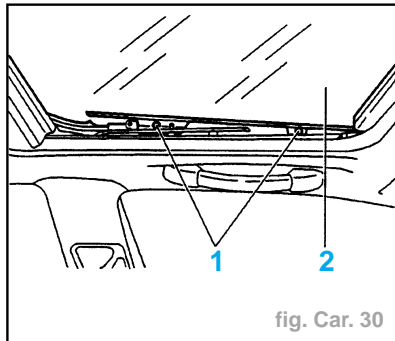

fig. Car. 30
- Déposer (fig. Car. 30) :
- les fixations (1) de chaque côté,
- le panneau mobile (2).